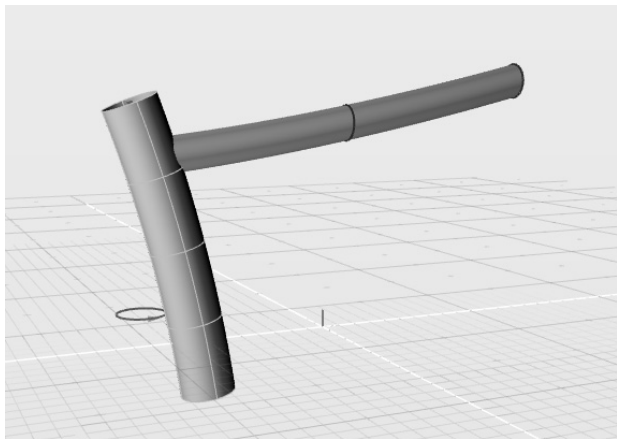

图 5-118 绘制管道曲面
2) 在建模工具栏中，选择“管道”工具，以上一步绘制的曲线圆作为剖面曲线，将 NURBS 曲线#2 作为路径曲线，获得管道曲面如图 5-118 所示。